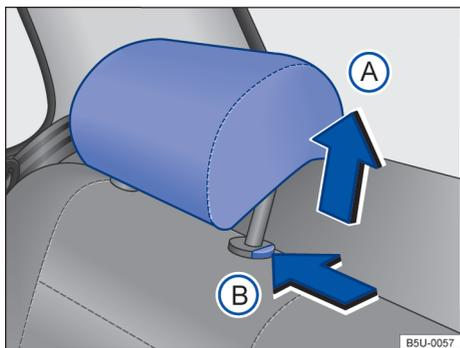

Fig. 69 Apoio para cabeça traseiros: ajustar.
- Empurrar o apoio para cabeça para cima na direção da seta → Fig. 69 (A) ou com o botão → Fig. 69 (B) pressionada, empurrar para baixo → ▲ em *Introdução ao tema* na página 81.